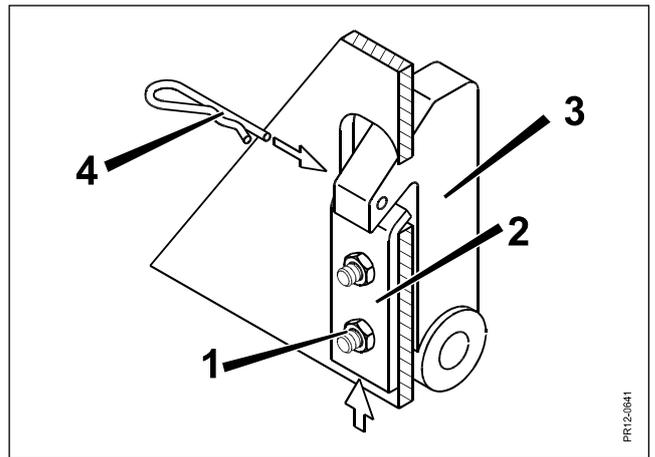

Fig. 2-4
**Fig. 2-4** Wenn der Spielraum zwischen der Sperrklinke und der Klinke des Schleppers zu groß ist, kann die Maschine während Arbeit oder Transport vom Schlepper abspringen. Um dieses zu vermeiden, muß die Sperrklinke auf möglichst kleinsten Zwischenraum justiert werden.